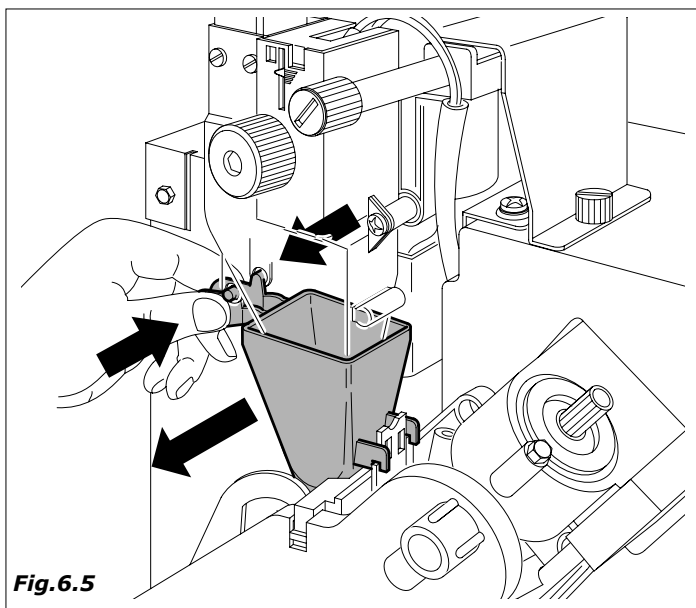

Fig.6.5
- rampa y embudo de café (Fig.6.5)